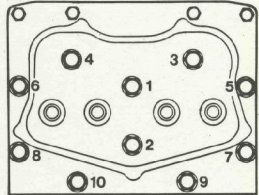

Abb. 2
3. Arbeitsgang : Anzug mit 19 m.da.N - Abb. 2
4. Arbeitsgang : Anzug mit 28 m.da.N - Abb. 2
5. Arbeitsgang : Anzug mit 28 + 34 m.da.N - Abb. 2